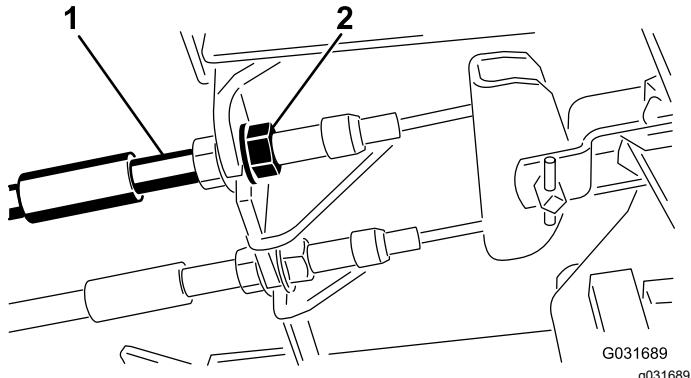

Figure 88
1. Pour réduire la garde aux pédales de frein, serrez les freins en desserrant l'écrou avant sur l'extrémité filetée du câble de frein (Figure 88).